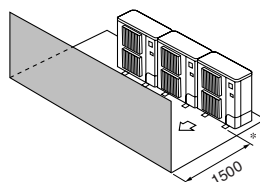

Fig. 2-10
- ③ Enbart hinder på framsidan (Fig. 2-10)